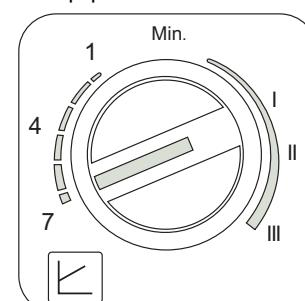

fig. 17
- Impostazione Dp-v Prevalenza Proporzionale (fig. 17)